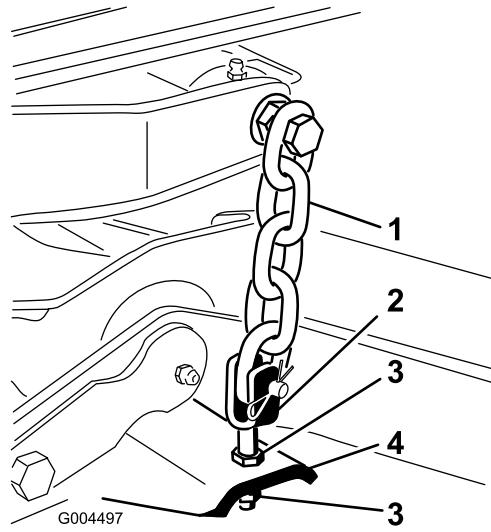

Figura 77
7. Ajuste las contratuerzas que fijan las horquillas/cadenas de la parte trasera de la carcasa para elevar la parte trasera, hasta que la inclinación de las cuchillas sea de 8 mm (Figura 77).